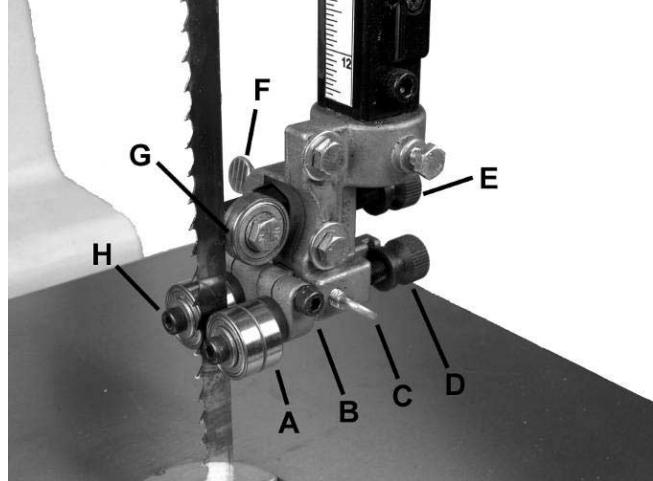

Рисунок 11.
3. Ослабьте барашек (F, Рис. 11) и поверните ручку с накаткой (E, Рис. 11), чтобы сдвинуть упорный подшипник (G, Рис. 11) внутрь или наружу, пока подшипник не будет на расстоянии 0,4 мм за полотном.
4. Затяните барашек (F, Рис. 11).
5. Ослабьте барашек (C, Рис. 11) и поверните ручку с накаткой (D, Рис. 11), чтобы сдвинуть скобу направляющего блока внутрь или наружу, пока передняя кромка направляющих подшипников не будет чуть позади впадин зубьев полотна.
6. Затяните барашек (C, Рис. 11).
7. Ослабьте фиксирующий винт (B, Рис. 11) и поверните направляющие подшипники (A, Рис. 11),
поворнув эксцентрик (H, Рис. 11) торцевым шестигранным ключом 4 мм в комплекте. Направляющие подшипники должны быть так близко к полотну, как только возможно без сдавливания.
8. Затяните фиксирующий винт (B, Рис. 11).